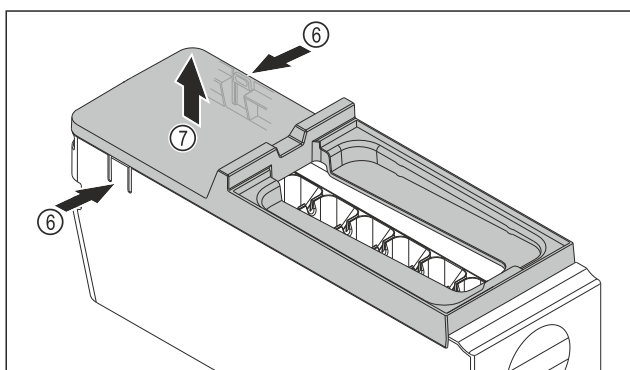

Fig. 137
- ▶ Udtagning af EasyTwist-Ice-legemets afdækning: Tryk på laskerne Fig. 137 (6) på begge sider af EasyTwist-Ice-legemet med den ene hånd.
- ▶ Tag afdækningen Fig. 137 (7) op og ud med den anden hånd.